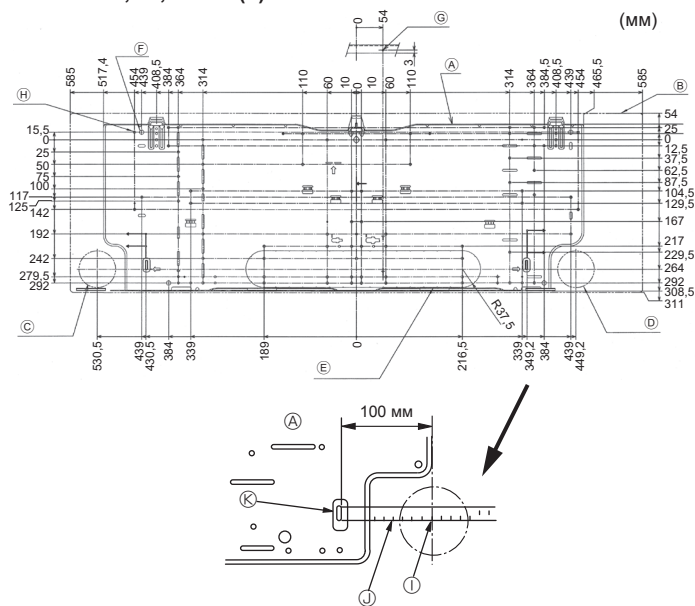

Fig. 3-2
①	Монтажная плата	1	Установить на заднюю часть блока
②	Винт-саморез 4 × 25	7
③	Изолента	2
④	L-образная соединительная трубка	1
⑤	Штуцер для зарядки	1
⑥	* Беспроводной пульт дистанционного управления	1
⑦	* Держатель ПДУ	1	Используйте упаковочный материал
⑧	* Алкалайновые элементы питания (тип AAA)	2
⑨	* Винт-саморез 3,5 × 16	2
⑩	Проставка	1
3.2. Установка настенного крепления (Fig. 3-2)